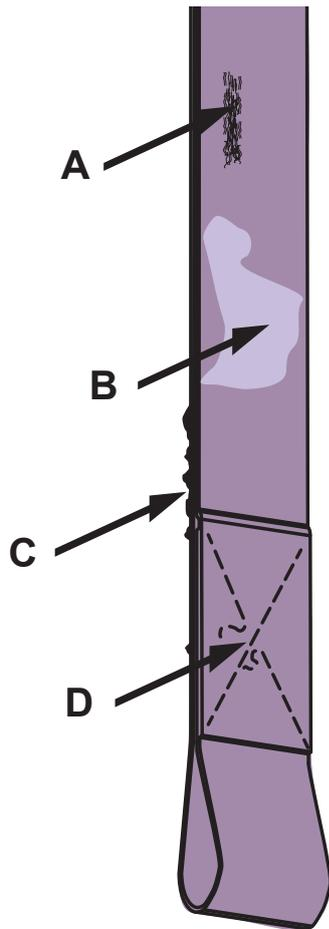

Fig. 26
- A. Desgaste intermedio, desgarro o agujero en la correa. Vea la fig. 26
- B. Decoloración o mancha evidentes provocadas por el uso de lejía u otros productos químicos. Vea la fig. 26
- C. Bordes desgastados (deshilachados). Vea la fig. 26
- D. Hilos sueltos en la zona de las costuras. Vea la fig. 26